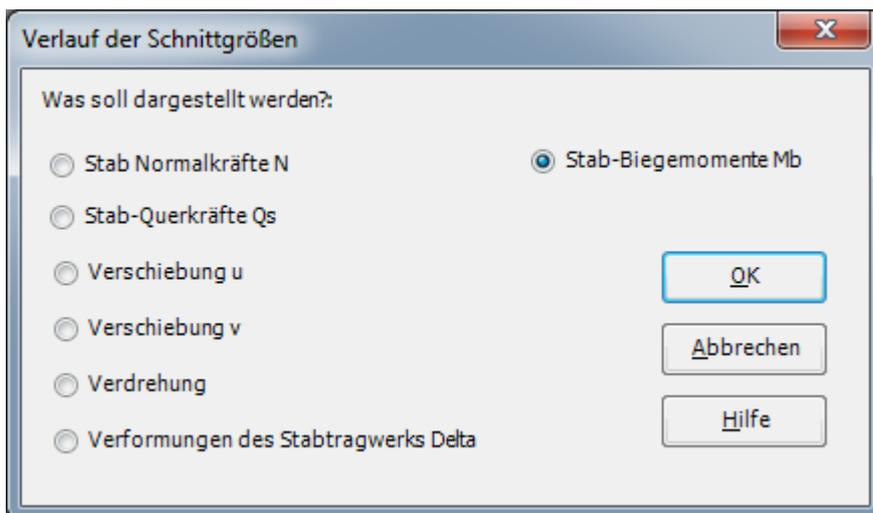

Bild 8.39 Optionsfeld "Verlauf der Schnittgrößen (in der Ebene)"
- Wählen Sie "Stäbe" und dann "Verlauf der Schnittgrößen (in der Ebene)" aus der Registerkarte "Ergebnisse". Das folgende Optionsfeld im Bild 8.39 erscheint